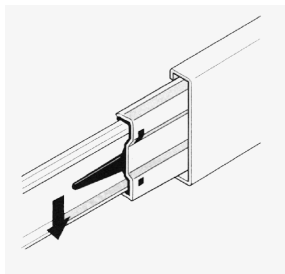
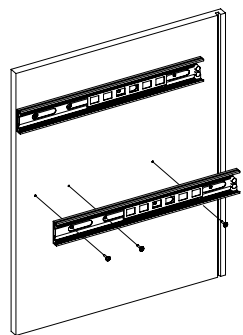

Рис.1
Рис.2
2. Расцепить направляющие путем нажатия на расцепляющий рычаг (Рис.1). Закрепить направляющие на детали 2, 8 шурупами 3,5x16, причем крепить в отверстия, расположенные на расстоянии 35 мм от края направляющей (Рис.2). При необходимости отодвигать скользящую часть направляющей для доступа к нужному отверстию.